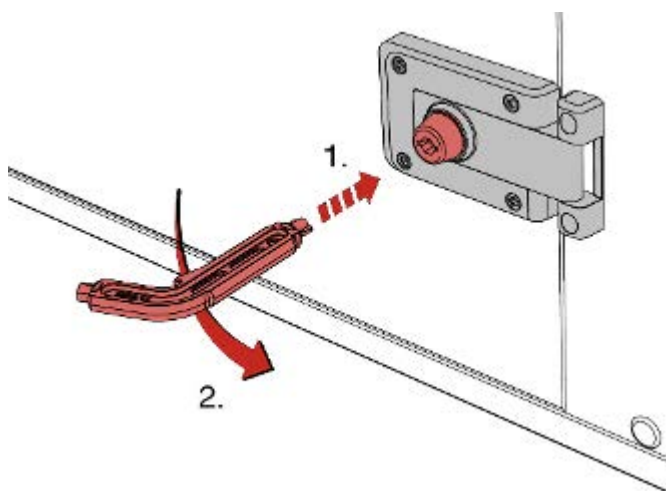

Fig. 50: Abrir la cerradura
- ▶ Gire la llave o la palanca de mando 90° en sentido contrario a las agujas del reloj (Fig. 50).